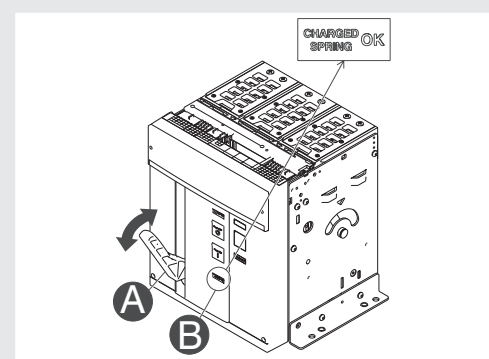

Figure 26
2. Bandage des ressorts - Tirer le levier [A] vers le bas plusieurs fois tant l'indicateur de ressorts bandés [B] devient "jaune - CHARGED SPRING" comme indiqué dans la Figure 26.